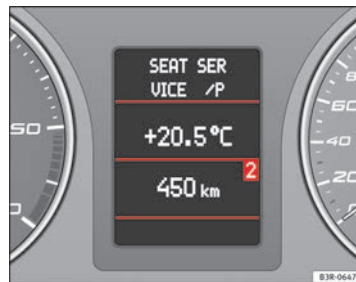

Abb. 65 Fahrerinformationssystem
- Mehrmaliges Drücken der (MODE)-Taste (B) wechselt zwischen den Betriebsarten und zeigt diese im Fahrerinformationssystem an → Abb. 65.
- Durch Rollen und Drücken der linken Menüwalze (A) wird abhängig von der Betriebsart eine Funktion gewählt.
- Die Sprachbedienung\* der Mobiltelefonvorbereitung wird durch Drücken der Sprechstaste (C) aktiviert. Drücken Sie erneut die Taste, um die Sprachbedienung\* zu beenden.
- Durch Rollen der rechten Menüwalze (D) nach oben / unten wird die Lautstärke erhöht / verringert. ■